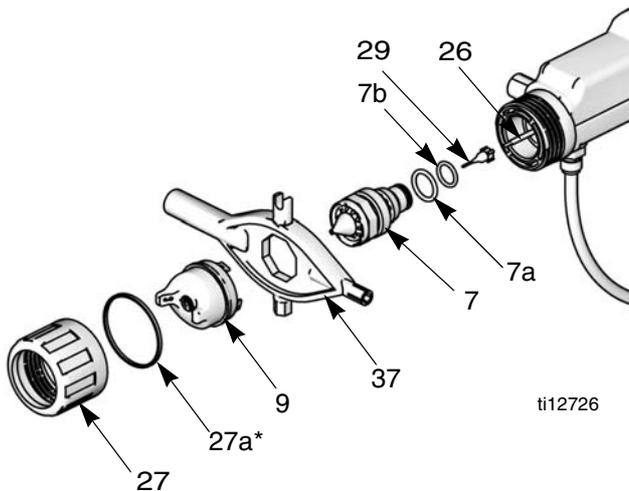

ABB. 13. Austauschen von Luftpappe/Düse
3. Den Haltering (27) und die Luftpappe (9) entfernen. Siehe ABB. 13.
4. Die Pistole nach oben richten und abziehen. Gleichzeitig die Materialdüse (7) mit dem Multifunktionswerkzeug (37) entfernen.
3. Die Materialnadel (29) abschrauben. Das Ende der Dichtungsstange (26) halten, damit sie sich nicht dreht, ABB. 13.